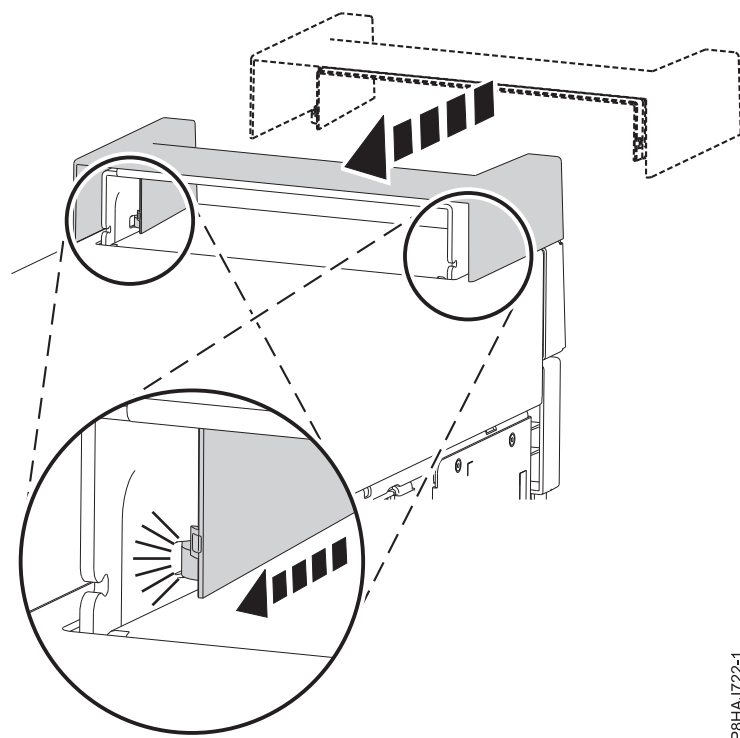

Figura 179. Fixació de la tapa de nansa en un sistema autònom 8286-41A
1. Colleu la tapa de nansa a l'estació d'acoblament RDX interna (FC EUA3) fent-la lliscar cap a la part posterior del sistema. Consulteu Figura 179.